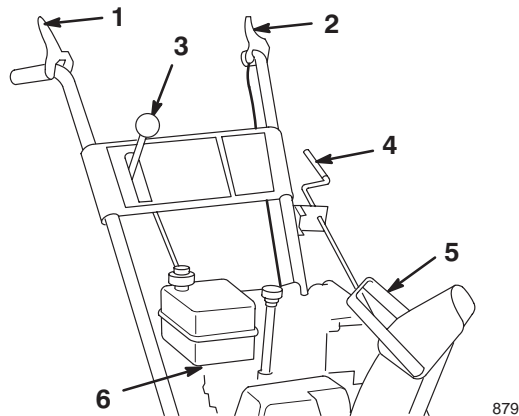

Figure 13
- **Commande de tarière/roue hélice** (Fig. 13)—Pour embrayer la tarière et la roue hélice, serrez la manette contre la poignée du mancheron de droite. Pour les débrayer, lâchez la manette.
- **Commande de traction** (Fig. 13)—Pour embrayer la traction (entraînement des roues), serrez la manette contre la poignée du mancheron de gauche. Pour arrêter la traction, lâchez la manette.
- **Levier de changement de vitesse** (Fig. 13)—Cette commande offre quatre vitesses : trois vitesses de marche avant et la marche arrière. Pour changer de vitesse, placez le levier dans la position souhaitée. Le levier s'engage dans un cran pour chaque vitesse choisie.
- **Commande d'orientation de l'éjecteur** (Fig. 13)—Tournez la commande d'orientation dans le sens des aiguilles d'une montre pour déplacer l'éjecteur vers la gauche, ou en sens contraire pour le déplacer vers la droite.
- **Poignée du déflecteur** (Fig. 13)—Déplacez la poignée du déflecteur vers l'avant pour rejeter la neige plus bas ou vers l'arrière pour la rejeter plus haut.
- **Robinet d'essence** (Fig. 13)—Fermez le robinet en le tournant dans le sens des aiguilles d'une montre et ouvrez-le en le tournant dans le sens contraire des aiguilles d'une montre. Fermez le robinet lorsque vous n'utilisez pas la déneigeuse.
3. Relâchez les manettes de tarière/roue hélice et de commande de traction (Fig. 13).
11. Sélectionnez la première (Fig. 13), serrez la manette de commande de traction contre la poignée, puis relâchez-la. Si la déneigeuse se met à avancer avant que vous ayez engagé la manette de commande ou après que vous l'avez relâchée, reportez-vous à la rubrique Réglage de la courroie d'entraînement de traction, page 24.